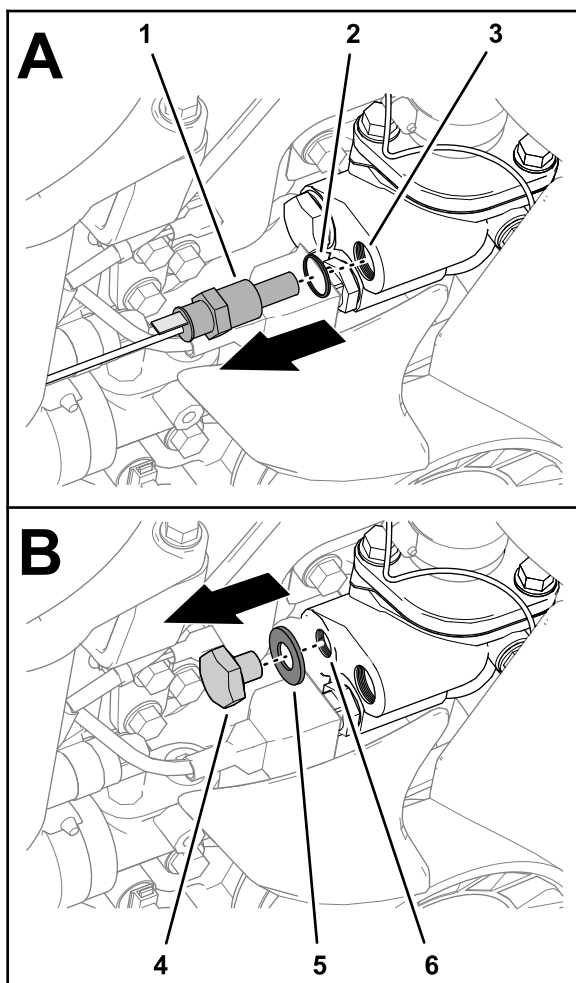

Рисунок 23
2. Снимите датчик температуры и прокладку с заднего отверстия водяного насоса (Рисунок 23).
3. Снимите заглушку и прокладку с переднего отверстия водяного насоса (Рисунок 23).